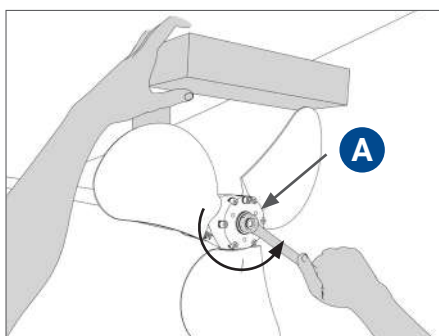

ABB. 35 Lösen der Spannmutter „A“
- Stellen Sie sicher, dass sich die Propellerwelle nicht drehen kann, indem Sie den Gang einlegen, wenn der Motor abgestellt ist, oder indem Sie die Welle anderweitig blockieren. Um ein Verbiegen der Propellerblätter beim Herausdrehen zu vermeiden, drehen Sie die Blätter vorsichtshalber in die Schubposition (nicht in Segelstellung) und blockieren Sie die Drehung mit einem Holzkeil zwischen dem Propellerblatt und dem Bootsrumpf. (Abb. 35).
- Lösen Sie die Spannmutter **A** gegen den Uhrzeigersinn (Abb. 35); beim Abschrauben wird der Propeller automatisch aus dem Konus der Propellerwelle oder der Saildrive-Welle abgezogen.